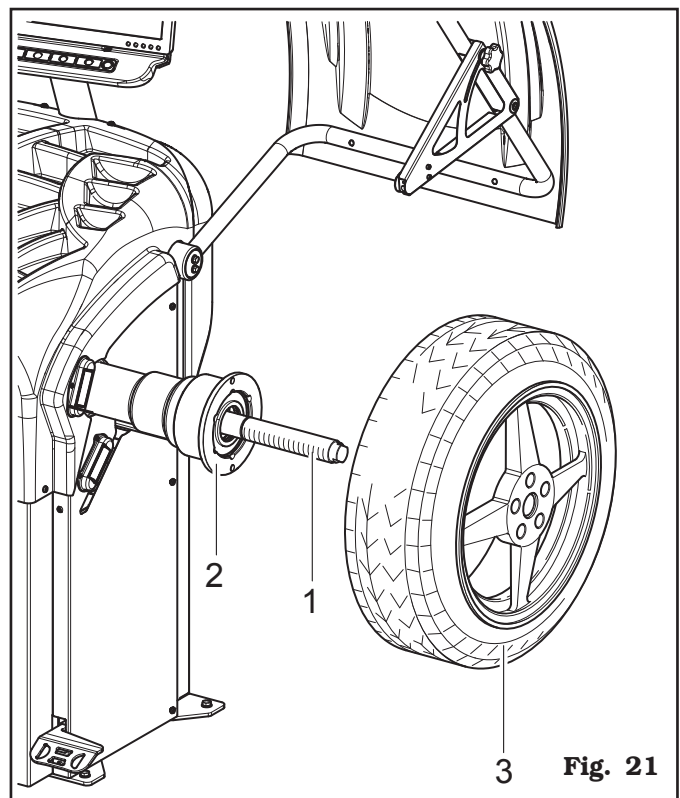

Fig. 21
5. Antes de montar la rueda, limpiar el mandril (**Fig. 21 ref. 1**).
6. Montar la rueda (**Fig. 21 ref. 3**) con la parte interna de la llanta hacia la equilibradora, hasta llegar contra la brida de apoyo (**Fig. 21 ref. 2**).